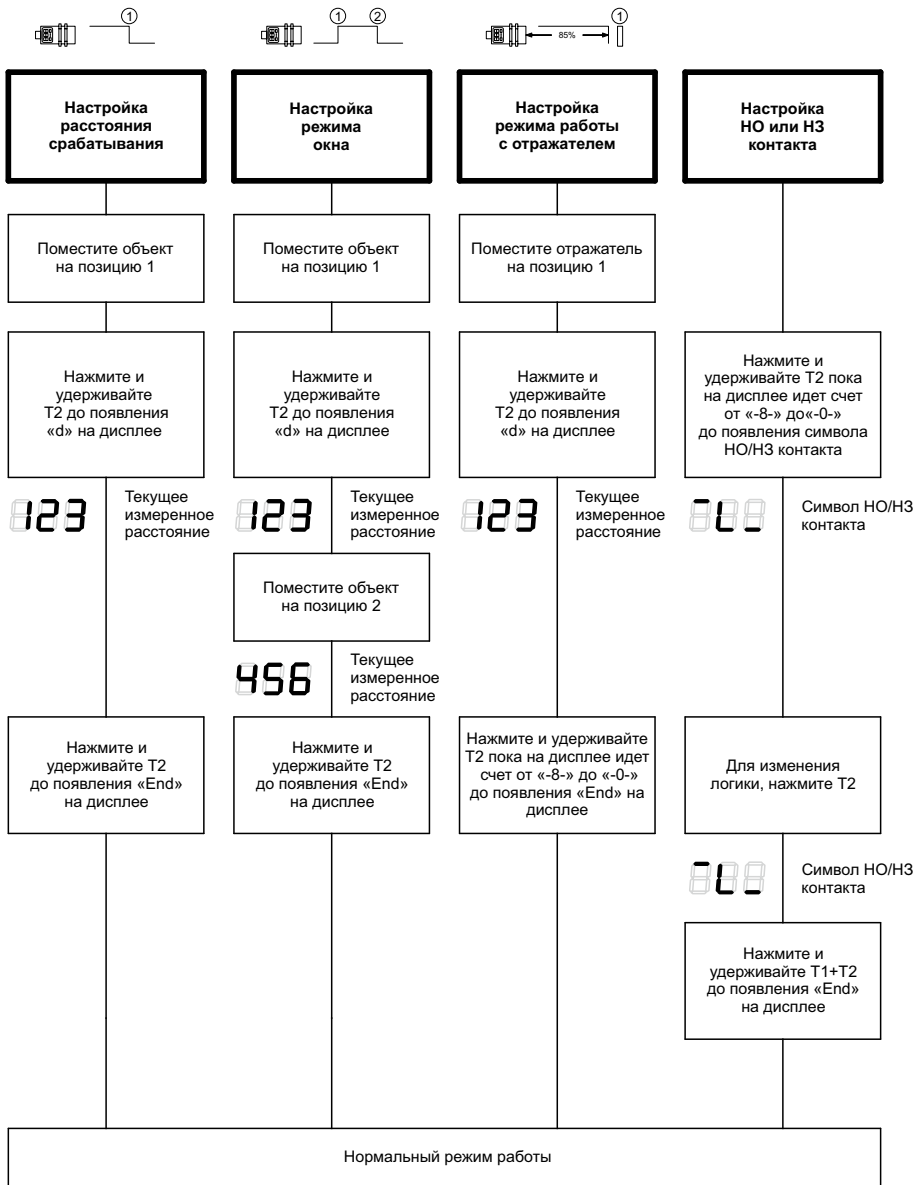

Рисунок 10 – Задание параметров с помощью процедуры «обучения» для датчика sm+.../D/TC
- 2) С помощью процедуры обучения на объекте (см. рисунок 10).